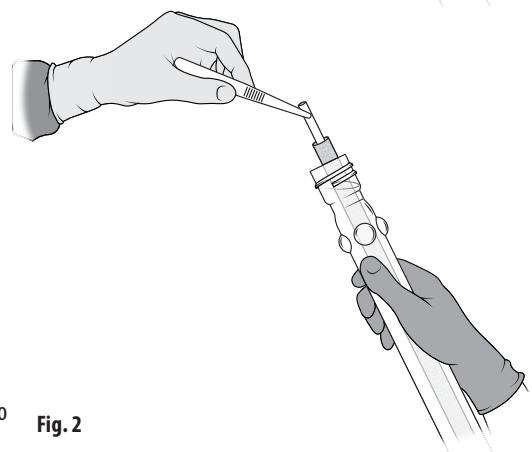

Fig. 2
4. Il mandrino galleggia al di sopra dell'apertura del tubo. Rimuovere in modo aseptico la protesi dal tubo afferrando l'estremità del mandrino e sollevandolo delicatamente dal tubo. Fig. 2. Evitare che la protesi tocchi il bordo superiore esterno del tubo. La "T" nella parte inferiore del mandrino impedisce all'innesto di scivolare fuori dal mandrino.